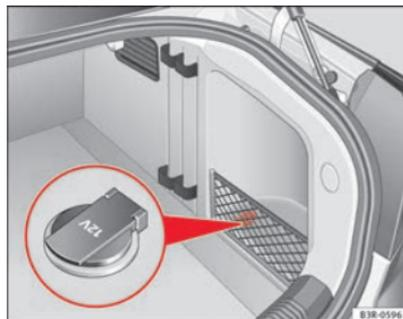

Fig. 125 Pormenor do revestimento lateral do porta-bagagens: Tomada de corrente de 12 Volts
- Levante a tampa da tomada de corrente ⇒ Fig. 125.